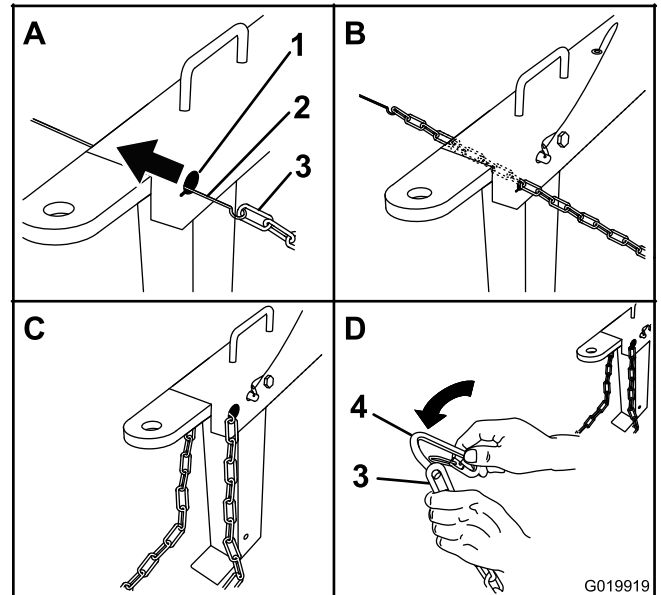

Figura 9
1. Forme un gancho en el extremo de un trozo de varilla flexible o alambre (no incluido) e introdúzcalo a través de ambos orificios en forma de bocallave de la barra de tracción de la máquina (Figura 9).
2. Enganche la cadena de seguridad en la varilla o el alambre (Figura 9).
3. Tire de la varilla o del alambre con la cadena a través de ambos orificios en forma de bocallave (Figura 9).